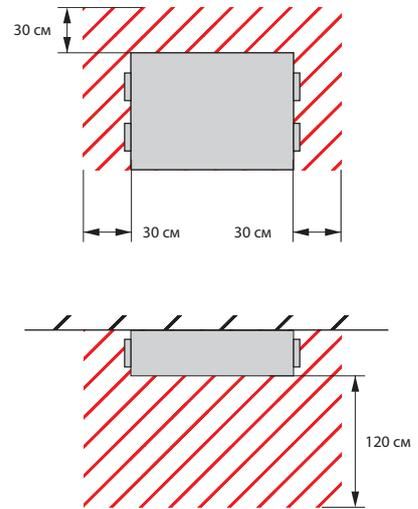

Рис. 6. Минимальное пространство для обслуживания установки
- На стену или к потолку можно подвешивать только те установки и только в тех положениях, которые изображены на рис. 6.